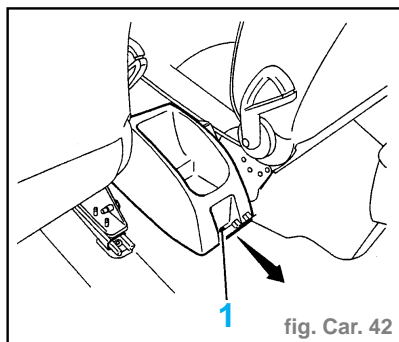

fig. Car. 42
- Déposer la fixation (1) (fig. Car. 42).